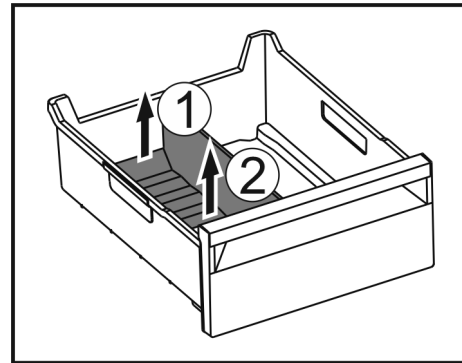

Fig. 213
- ▶ Hinteren Teil des Eisfach-Trenners anheben. Fig. 213 (1)
- ▶ Eisfach-Trenner nach oben entnehmen. Fig. 213 (2)